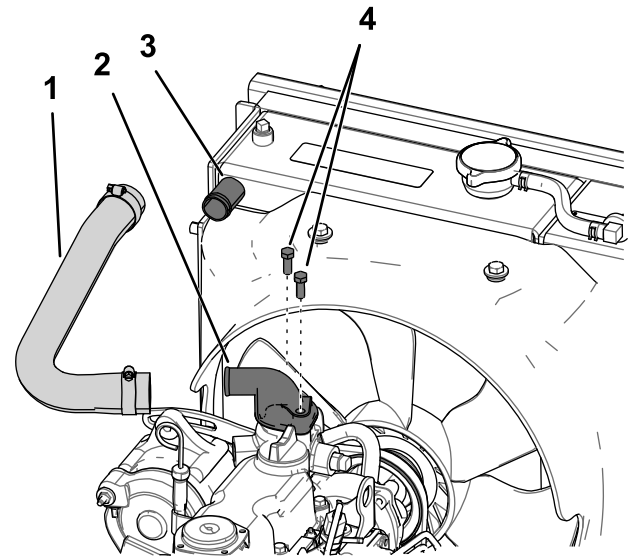

Bild 8
3. Fluchten Sie die Dichtung und den Auslauf mit den Befestigungslöchern und dem Anschluss oben am Motor aus; das abgewinkelte Ende des Auslaufs sollte zur rechten Maschinenseite zeigen (Bild 8).
6. Befestigen Sie das obere Ende des Kühlerschlauchs am geraden Ende des Auslaufs am Kühler und ziehen Sie die Schlauchklemme an (Bild 8).